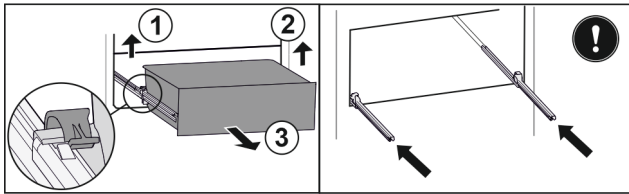

Fig. 118
- ▶ Linke Klemme anheben und gleichzeitig Schubfach links nach vorne ziehen. Fig. 118 (1)
- ▶ Rechte Klemme anheben und gleichzeitig Schubfach rechts nach vorne ziehen. Fig. 118 (2)
- ▶ Schubfach nach vorne entnehmen. Fig. 118 (3)